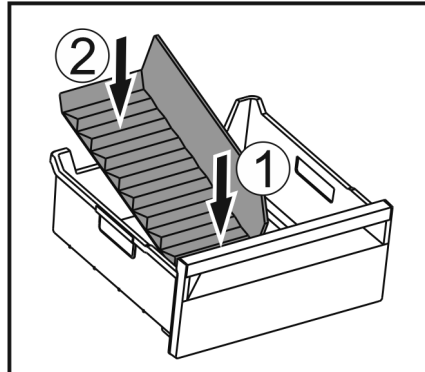

Fig. 116
► Colocar la parte delantera del separador para congelador. Fig. 116 (1)
► Bajar la parte posterior del separador para congelador hasta la base del cajón. Fig. 116 (2)